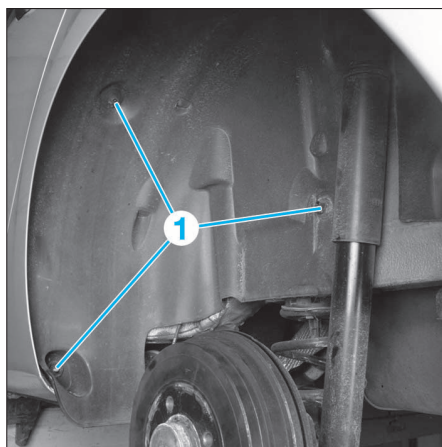

FIG. 111
- Déposer les agrafes (1) (Fig.111).